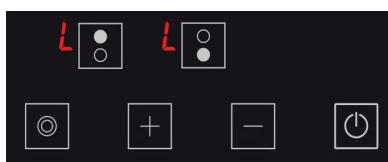

Figure 17
1. L'icône L s'affiche sur tous les écrans quand la cuisinière est allumée et que la sécurité enfants est active. (voir Fig. 17) Les icônes L et H s'affichent en alternance si une plaque de cuisson est toujours chaude. Vous pouvez allumer ou éteindre la cuisinière avec la seule touche ⏹.